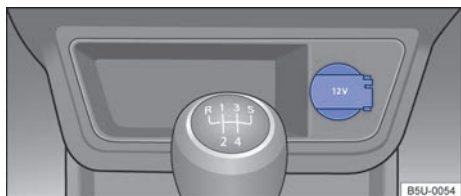

Fig. 105 En la consola central delantera: toma de corriente de 12 V.
- En la consola central delantera ⇒ fig. 105.